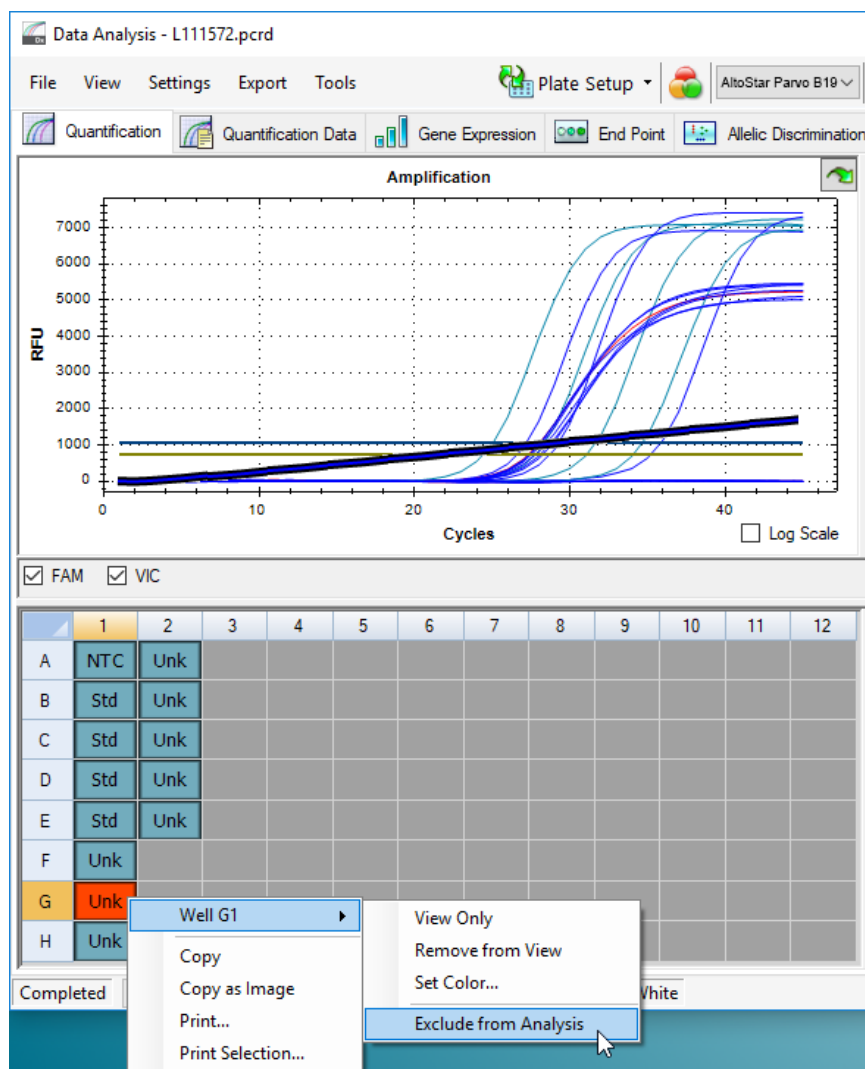

Figura 7: Ventana Data Analysis (análisis de datos): exclusión de un pocillo del análisis
3. Haga clic en cada pocillo afectado con el botón derecho del ratón y seleccione **Well...** → **Exclude from Analysis** (pocillo → excluir del análisis) (consulte la figura 7).